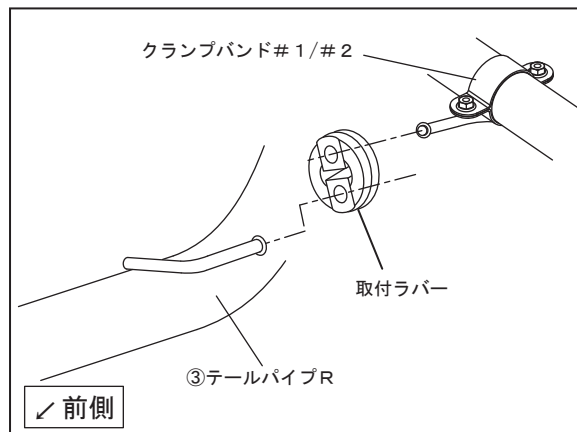

FIG. 7
11. ⑦クランプバンド#2のハンガーに、手順3で外したラバーを取り付けて下さい。
次に、③テールパイプRのハンガーをラバーに通して下さい。（FIG. 7参照）
12. FIG. 7の写真を参考に、③テールパイプRとガソリントankのクリアランスの狭い部分のガソリントank側に耐熱シートA7を貼り付けて下さい。